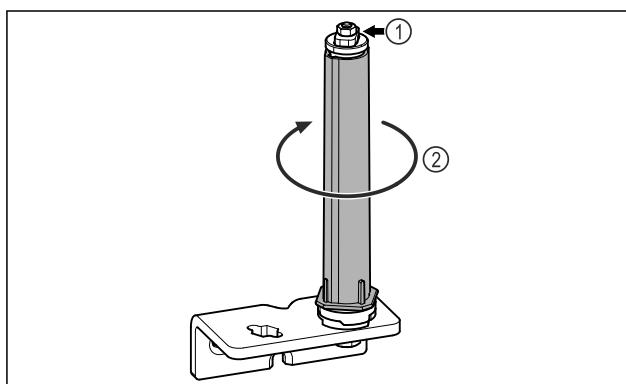

Fig. 21
- Не розбирати систему закриття дверей Fig. 21 (1).
- Повернти систему закриття Fig. 21 (2) до клацання.